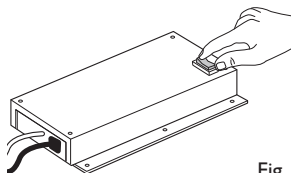

Fig. 2
- Il tasto rosso di reset posizionato sopra la scatola impianto elettrico sia premuto. (Fig. 2)